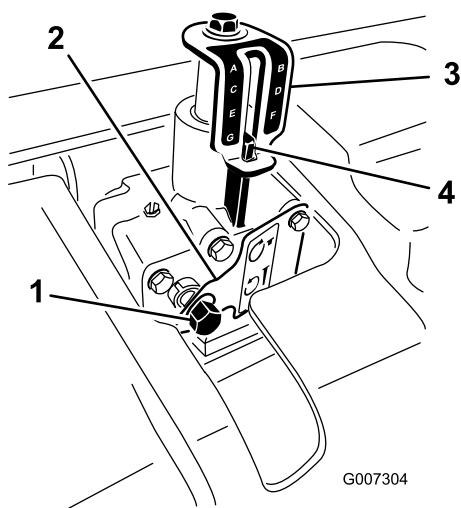

Figura 24
3. Insira um parafuso sextavado no veio de entrada do ajustador de profundidade (Figura 24).
5. Rode o ajustador de profundidade no sentido dos ponteiros do relógio para reduzir a profundidade de arejamento ou no sentido contrário ao dos ponteiros do relógio para aumentar a profundidade de arejamento. (Figura 24).
6. Rode o veio de entrada do ajustador de profundidade até obter a profundidade desejada, conforme indicado no autocolante indicador de profundidade (Figura 24).